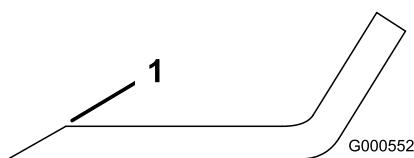
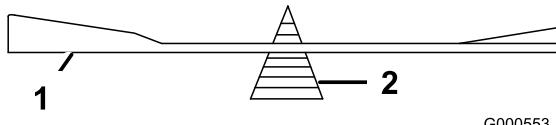

Figure 49
Figure 50
1. Au moyen d'une lime, aiguisez les tranchants aux deux extrémités de la lame (Figure 49) en veillant à conserver l'angle de coupe d'origine. Limez la même quantité de métal sur chacun des deux tranchants pour ne pas déséquilibrer la lame.
2. Vérifiez l'équilibre de la lame en la plaçant sur un équilibrage (Figure 50). Si la lame reste horizontale, elle est équilibrée et peut être utilisée. Si la lame est déséquilibrée, limez un peu l'extrémité de la partie incurvée seulement (Figure 49). Répétez la procédure jusqu'à ce que la lame soit équilibrée.